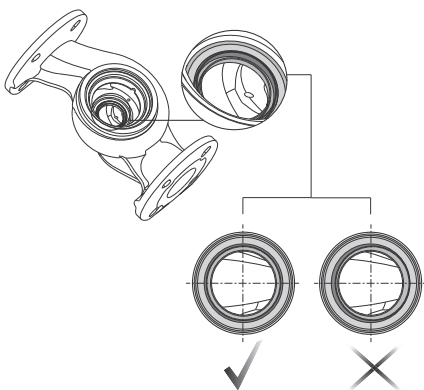

Fig. 9 Centrering af spalting
1. Se efter om spaltingen er centreret i pumpehuset. Se fig. 9.